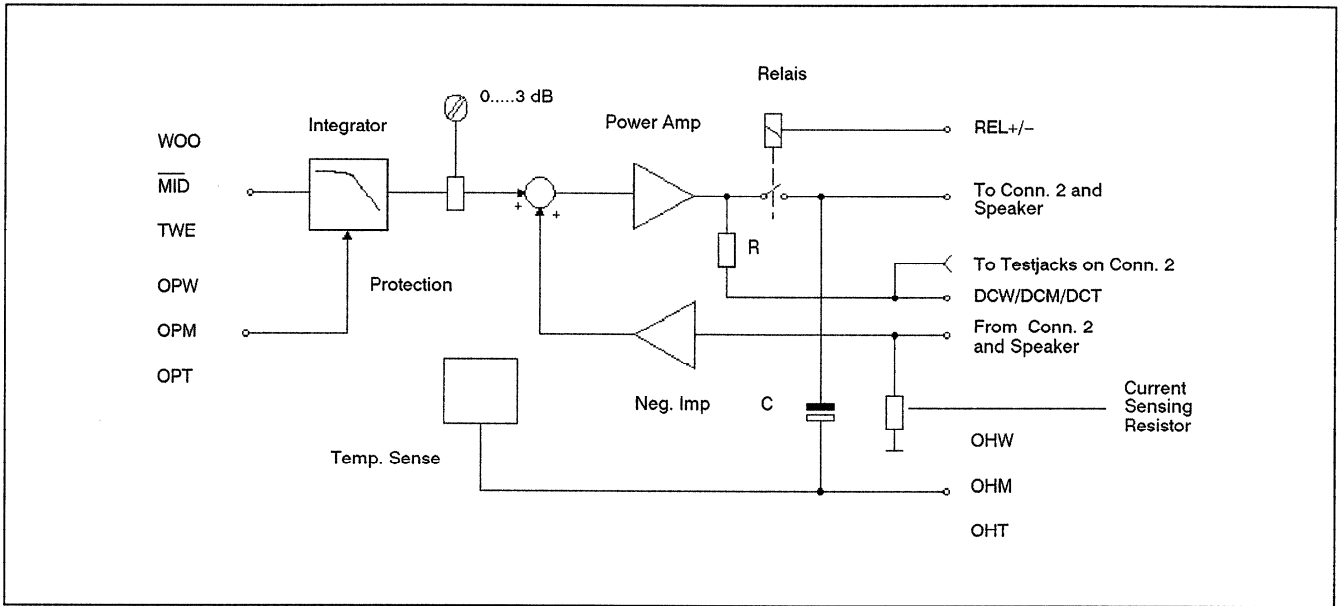

Fig. 3.4
- Temperatur- und Ausgangsüberspannungsschutz werden aus Platzgründen über Kondensator "C" zusammengekoppelt (OHW / OHM / OHT). Fig. 3.4.
- "R" schützt den Verstärker vor Kurzschlüssen an den Prüfbuchsen und liefert gleichzeitig das Gleichspannungsüberwachungssignal (DCW / DCM / DCT). Fig. 3.4.